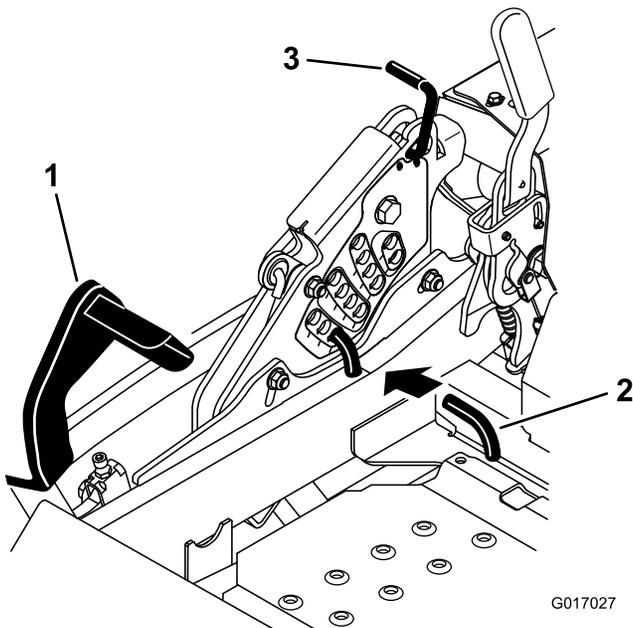

Figure 26
2. Appuyez sur la pédale de relevage du tablier avec le pied et relevez le tablier en position de transport (qui est aussi la position de hauteur de coupe de 140 mm [5,5"]) (Figure 26).
3. Pour changer de hauteur de coupe, retirez la goupille fendue et l'axe de chape du support de hauteur de coupe (Figure 26).
4. Placez la goupille dans le trou du support correspondant à la hauteur de coupe voulue (Figure 26).